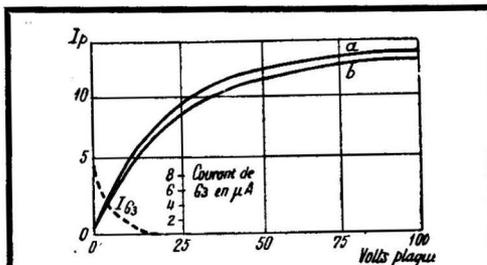

Fig. 3. — Caractéristique d'une penthode.
La grille  $G_1$  est à la cathode ;  $G_2$  à + 102 volts. On obtient la courbe de la figure 3 a dans le cas où la grille  $G_3$  est à la cathode et la courbe 3b si la grille  $G_3$  est en l'air (le courant dans  $G_3$  est indiqué dans la courbe en pointillé). Les deux courbes montrent que le courant anodique varie peu avec la tension de la grille suppressive (2) et il n'y a pas d'effet d'émission secondaire.